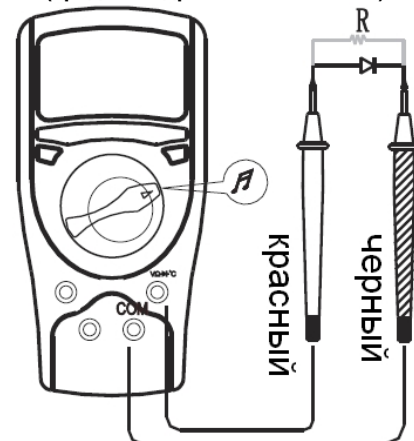

Рисунок 9
**I. Проверка диодов и прозвонка цепей** (рисунок 9)